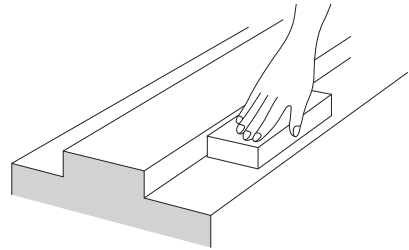

Abb. 21
(1) Die Montageflächen mit einem Ölstein abziehen, Grate, Unebenheiten und Schmutz entfernen. (siehe Abb. 21)